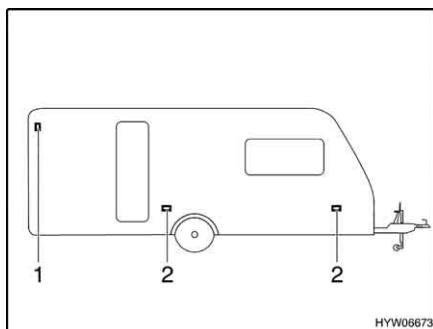

Fig. 151 Luci laterali
- Svitare le viti degli involucri (Fig. 151,2).
- Sollevare la copertura con un attrezzo adatto (p. es. un cacciavite). Applicare l'utensile sull'intaglio nell'involucro (Fig. 151,1).